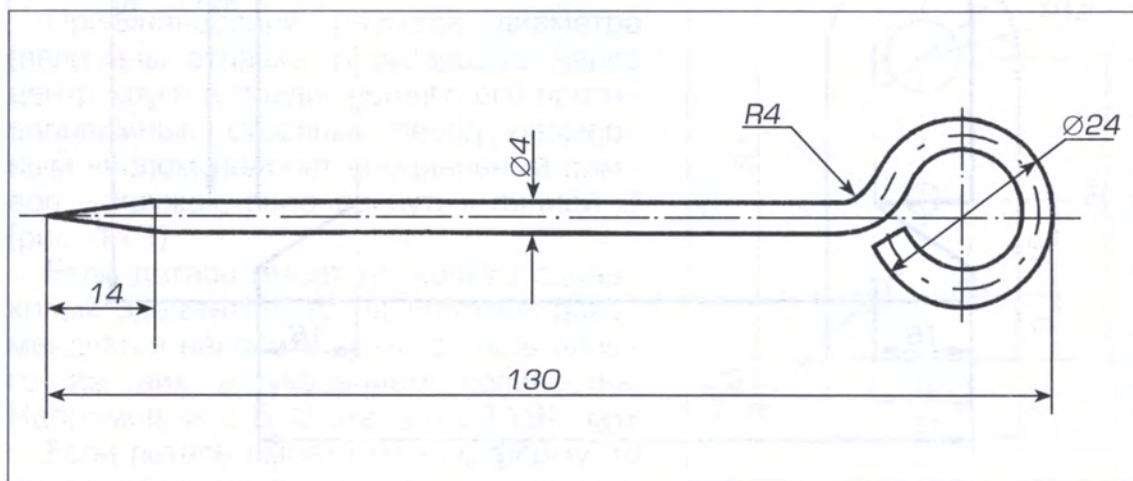

Рис. 122. Графическое изображение чертилки
Если толщина детали более 2 мм, то её изображают двумя параллельными толстыми основными линиями. Посередине между ними проводят осевую линию, т.е. штрихпунктирную тонкую (рис. 122).
4. Что показано на рис. 122 штрихпунктирной линией с двумя точками?